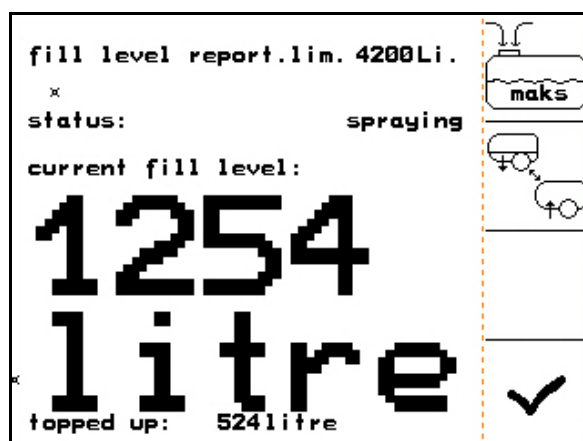

Fig. 93
1.  Call up the filling menu (Fig. 93).